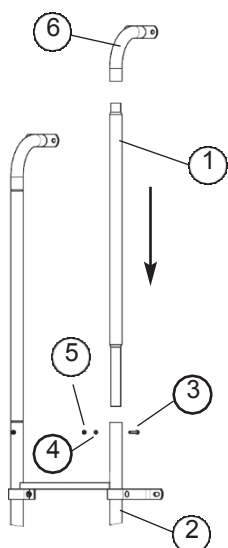
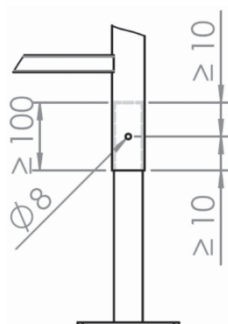

Fig. 28
Fig. 33
8.6.2 Plaques d'appui pour échelles raccourcies (fig. 33+34)
Les échelles ne sont raccourcies qu'en bas. Pour les plaques de base 0529 1620 00 pour échelles raccourcies, le tube de la plaque de base est inséré et vissé dans l'extrémité raccourcie du montant. Les plaques d'appui ne peuvent être utilisées que sur des échelles et des pièces de transition raccourcies avec un diamètre de montant de 48 mm (diamètre intérieur 44 mm). Les plaques d'appui peuvent être raccourcies si nécessaire. Les interfaces doivent être proprement ébavurées et protégées contre la corrosion par un vernis à couche épaisse au zinc 0529.01. Le chevauchement du montant de l'échelle et du tube de la plaque de base doit être d'au moins 100 mm (fig. 33). Les plaques d'assise doivent être insérées dans les montants d'échelle avant le montage de la partie échelle. Ensuite, la partie échelle peut être montée et les plaques de pied peuvent être vissées au support. Les plaques d'appui doivent être percées avec un foret ($\varnothing 8$ mm) en respectant une distance de ≥ 10 mm par rapport à l'extrémité du tube (fig. 33). Les conducteurs et les plaques de base sont fixés à l'aide des vis à six pans M 8 x 60 (1) fournies, des écrous de sécurité et des vis à tête cylindrique M 8 (2) et des rondelles (3) (fig. 28). Le couple de serrage est de 23 Nm.